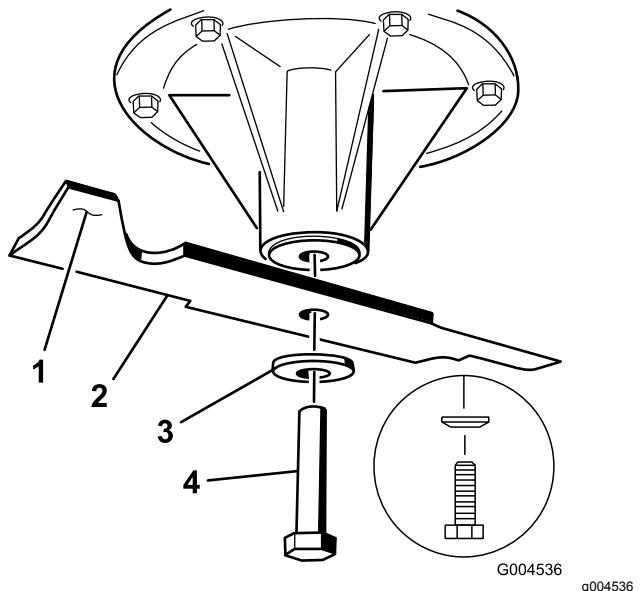

Figure 94
1. Placez la lame sur l'axe (Figure 94).
2. Mettez en place la rondelle élastique et le boulon de la lame (Figure 94).